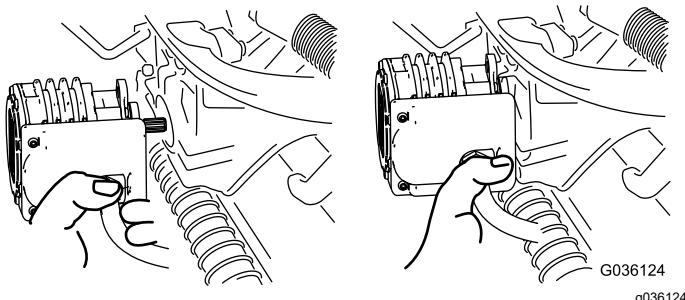

Figura 66
5. Spostate il motore in posizione di stoccaggio davanti al braccio di sospensione (Figura 66).